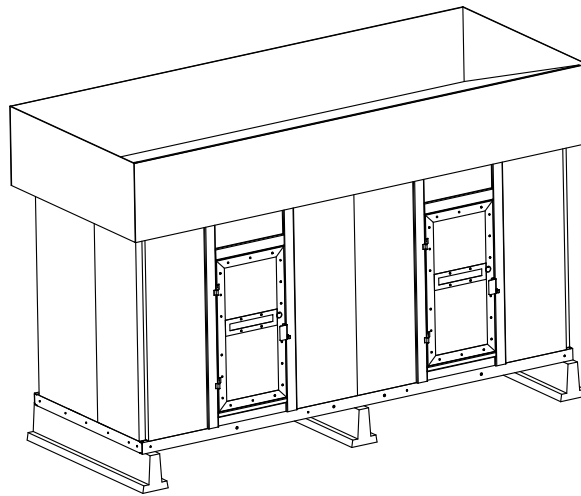

Рис.10
5.9 Общий вид помещения ОПУ см.рис.10